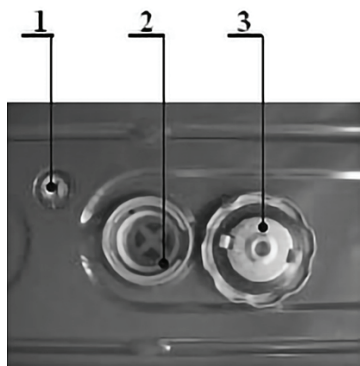

Рис. 2. Топливный бак
7.2.2. Открыть крышку топливного бака (3) (рис. 2).
7.2.3. Заправить бак топливом, при этом топливо заливать через фильтр(2) , встроенный в горловину бака (рис. 2). Использовать чистый бензин с октановым числом не ниже 92. При заправке необходимо оставить некоторое пространство в баке для расширения топлива. Хранить бензин перед использованием не более 30 дней.